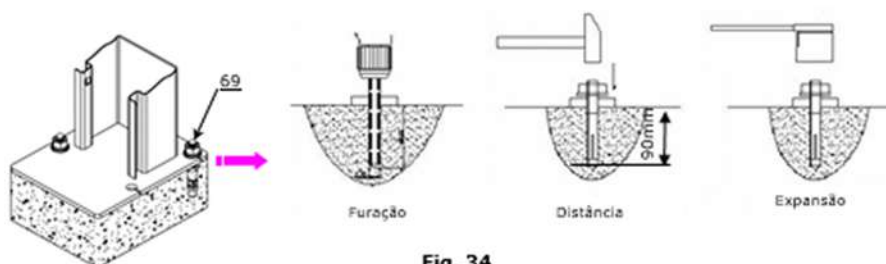

Fig. 34
2. Utilizando o martetele prescrito, fure todos os orifícios de ancoragem e instale os parafusos de ancoragem. Não aperte os parafusos de ancoragem (Ver Fig. 34).